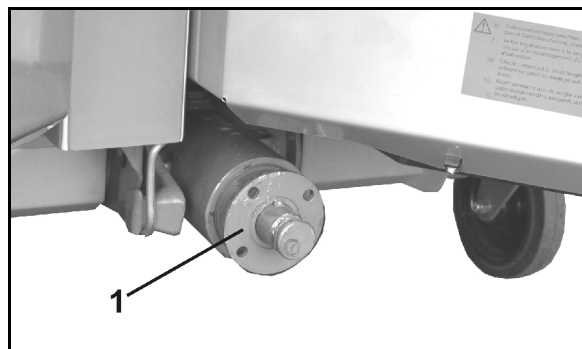

Fig. 38
1. Quitar el casquillo de brida (Fig. 38/1) del árbol de entrada del engranaje con un extractor adecuado.